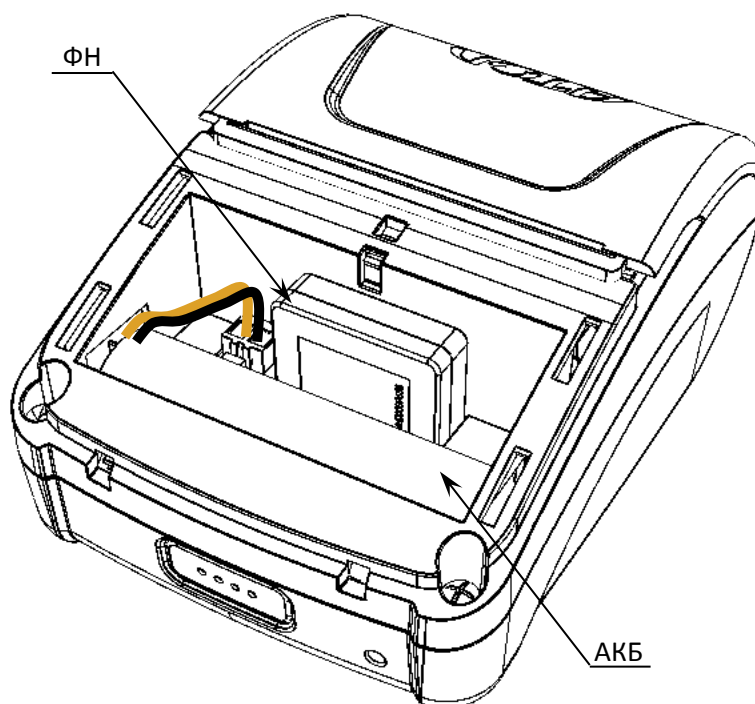

Рисунок 9. Место расположения ФН и АКБ в корпусе ККТ (крышка отсека условно не показана)
13. Установить в корпус ФН и АКБ (рисунок 9). Установить крышку отсека.